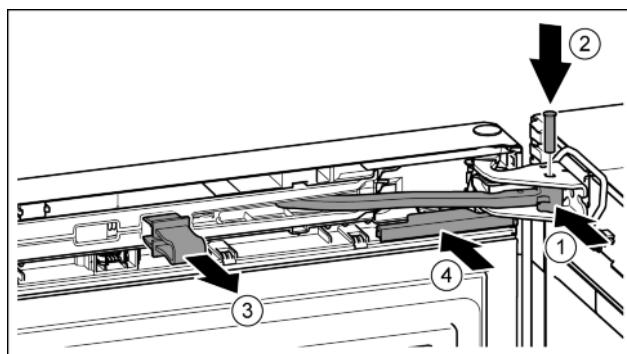

Fig. 25
- Otočte kloub ve stojanu ložiska. Fig. 25 (1)
- Vložte čep do stojanu ložiska a kloubu. Přitom dávejte pozor, aby byla zajíšťovací vačka správně usazena v drážce. Fig. 25 (2)
- Pojistku vytáhněte. Fig. 25 (3)
- Kryt nasuňte. Fig. 25 (4)